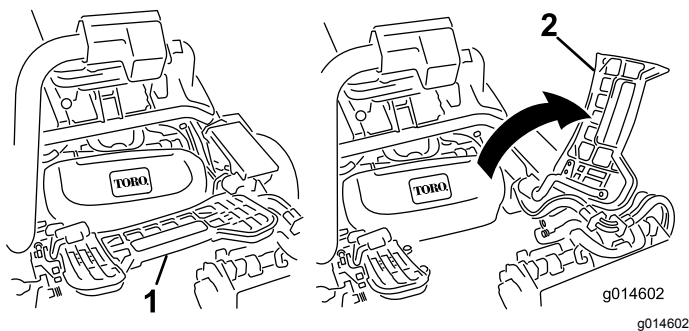

Bild 50
2. Heben Sie die Fußplattform an und schwenken sie in die geöffnete Stellung, um die Stellung der mittleren Schneideinheit zugänglich zu machen (Bild 50).